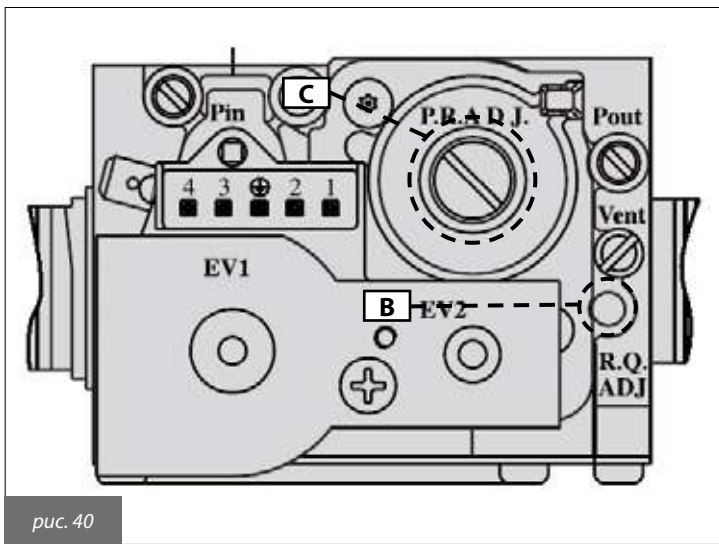

рис. 40
- Удостовериться, что комнатный термостат (опция), если таковой имеется, включен (ON).
- Отрегулировать уровень содержания углекислого газа (CO₂) в дымовых газах с помощью соответствующего регулятора В (рис. 40) удостовериться, что его величина находится в пределах, указанных в таблице 16. Не выключая режим «трубочист», перейти к следующему этапу — регулировке минимальной мощности.
- Отрегулировать уровень содержания углекислого газа (CO₂) в дымовых газах с помощью соответствующего регулятора offset С (рис. 40) и удостовериться, что его величина находится в пределах, указанных в таблице 18.